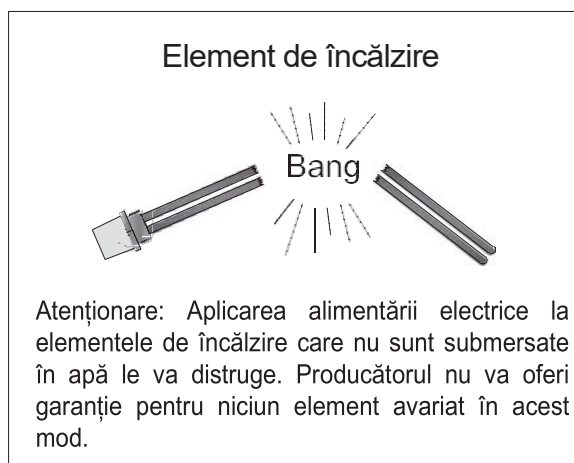

Figura 9
- Asigurați-vă că boilerul este complet umplut cu apă înainte de a face orice conexiune electrică. (Consultați Figura 9)